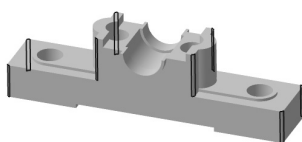

图 5.39.22 圆角 1
Step12. 创建如图 5.39.22 所示的特征圆角 1。圆角半径值为 1.00。